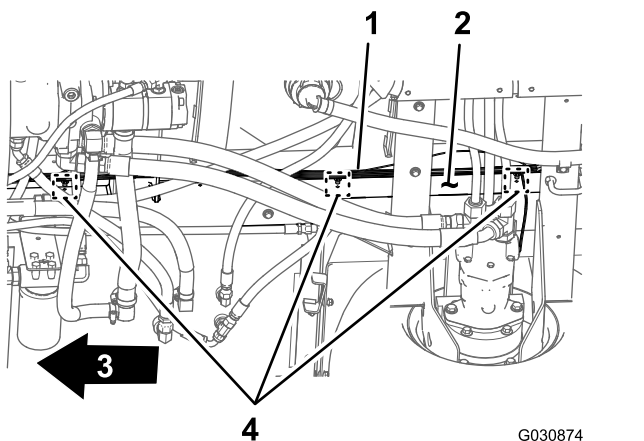

Рисунок 52
- Снимите 3 вставных держателя, которые крепят задний жгут проводов к отверстиям в правой трубе рамы машины (Рисунок 52).